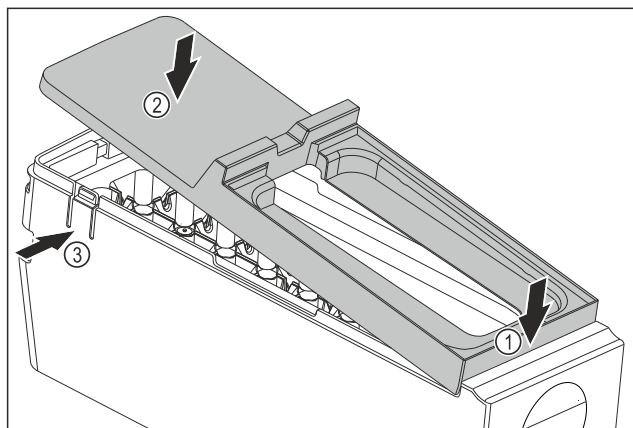

Fig. 148
- ▶ Montar la cubierta del EasyTwist-Ice: Colocar la cubierta por delante. Fig. 148 (1)
- ▶ Bajar la cubierta por detrás. Fig. 148 (2)
- ▷ La cubierta encaja en ambas lengüetas Fig. 148 (3) de forma audible.